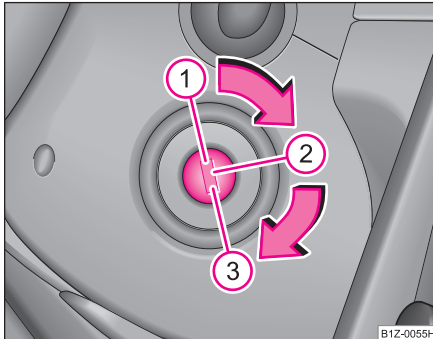

Abb. 90 Zündschloss-
- Den Motor schalten Sie durch Drehen des Zündschlüssels in Stellung ① aus ⇒ Seite 102, Abb. 90.